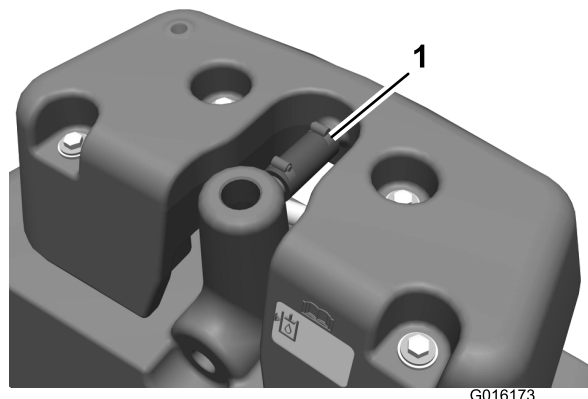

Figura 2
- Desaperte os grampos sem-fim e retire o tubo de escoamento (Figura 2).
24. Prenda a extremidade livre do tubo de derrame ao tubo no depósito do detector de fugas com um grampo sem-fim (Figura 2).